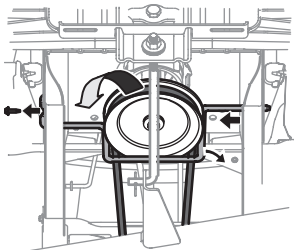

Figura 38
- Saque el tornillo hexagonal que asegura la varilla guardapoleas del motor al bastidor (Figura 38).